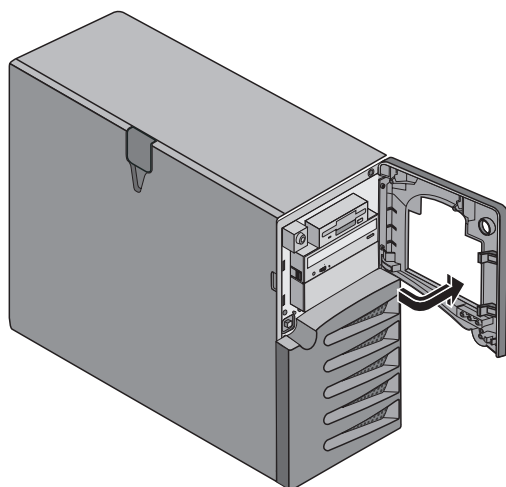

Figura 2-2. Frontalino superiore (aperto)
- La serratura di sicurezza, l'interruttore di alimentazione e gli indicatori di stato di LAN e sistema si trovano nel frontalino superiore. Fare riferimento alla figura 2-2.
3. Bloccare il frontalino in prossimità della tacca sul pannello laterale e ruotare verso destra il frontalino aperto. Fare riferimento alla figura 2-2.